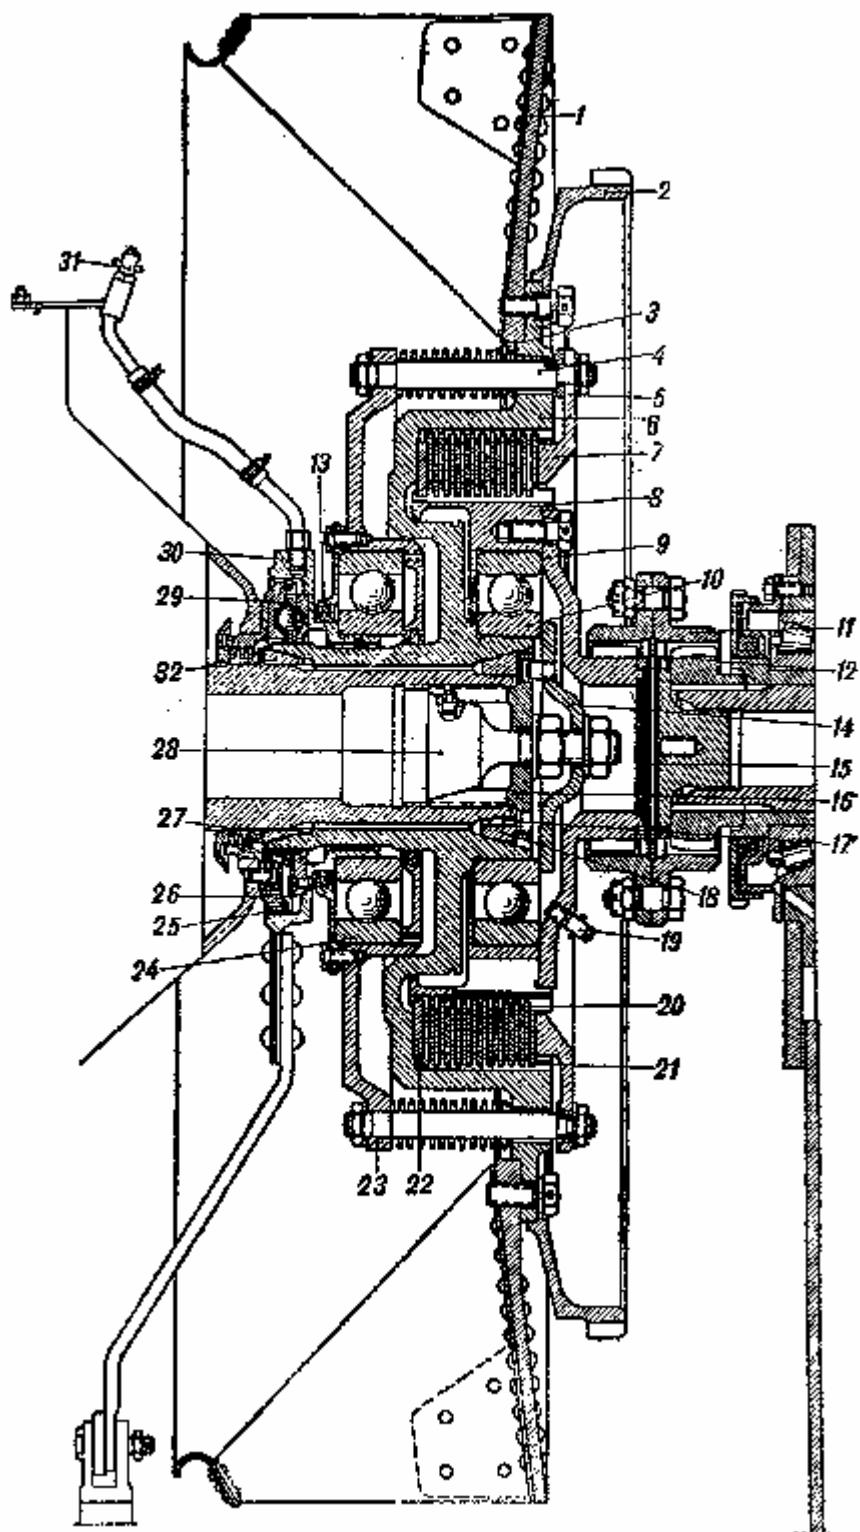
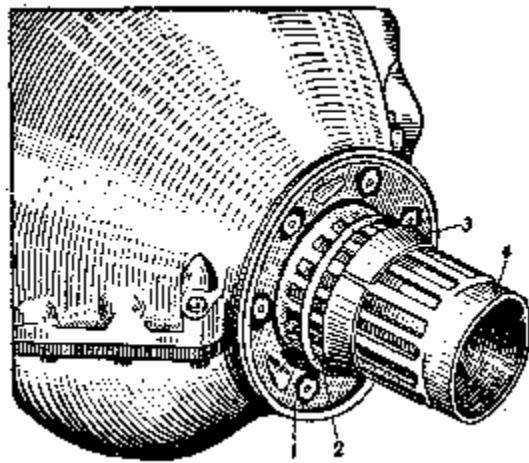

Рис. 83. Главный фрикцион.
Рис. 87. Носок вала двигателя перед установкой главного фрикциона:
Главный фрикцион представляет собой многодисковую выключающуюся муфту трения (рис. 83). Он разделяется на ведущие части, соединенные с коленчатым валом двигателя, ведомые части, соединённые с ведущим валиком коробки перемены передач, и механизм выключения.
На цилиндрической части ступицы маховика установлен шарикоподшипник 10 (см. рис. 83), на котором посажен ведомый барабан 8. Он имеет на наружной поверхности зубья, с которыми соединяются зубья ведомых дисков. Благодаря такому соединению диски врачаются вместе с барабаном как одно целое.
При нажатии на педаль 1 усилие через наклонную тягу 2 передаётся продольной тяге 4, соединённой с коротким плечом рычага 6. Длинное плечо рычага 6, соединённое с поперечной тягой 7, передаёт усилие рычагу поводковой коробки 8, которая поворачивается в подшипнике 24 (см. рис. 83).
- 4) Запрессовать шарикоподшипники 10 и 24 (см. рис. 83) в гнёзда ведомого барабана 8 и отжимного диска 23.
- 17) Надеть на вал двигателя ориентировочно до общей толщины в 4 мм регулировочные кольца 2 (рис. 87) и бронзовый конус 32 (см рис. 83) — утолщенным торцом в сторону двигателя.
- 18) Поставить сепаратор с шариками, обильно смазанными консталином, в неподвижную чашку механизма выключения и надеть уплотняющее пружинное кольцо 25 (см. рис. 83).
- 28) Установить и закрепить на хвостовике распорного конуса фланец 14 (см. рис. 83), фиксирующий ведомую часть фрикциона на ступице маховика. Штифт, ввёрнутый во фланец, должен находиться в одном из отверстий пробки 16.